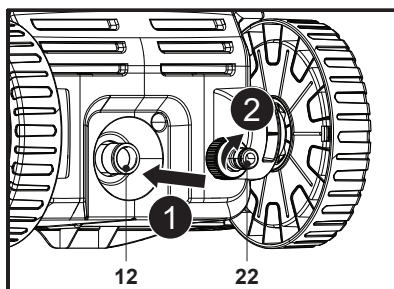

Fig. 9
Alinhe e aperte o adaptador de entrada de água (22) no conector de entrada de água (12) na parte posterior da máquina (Fig. 9, passos 1, 2).